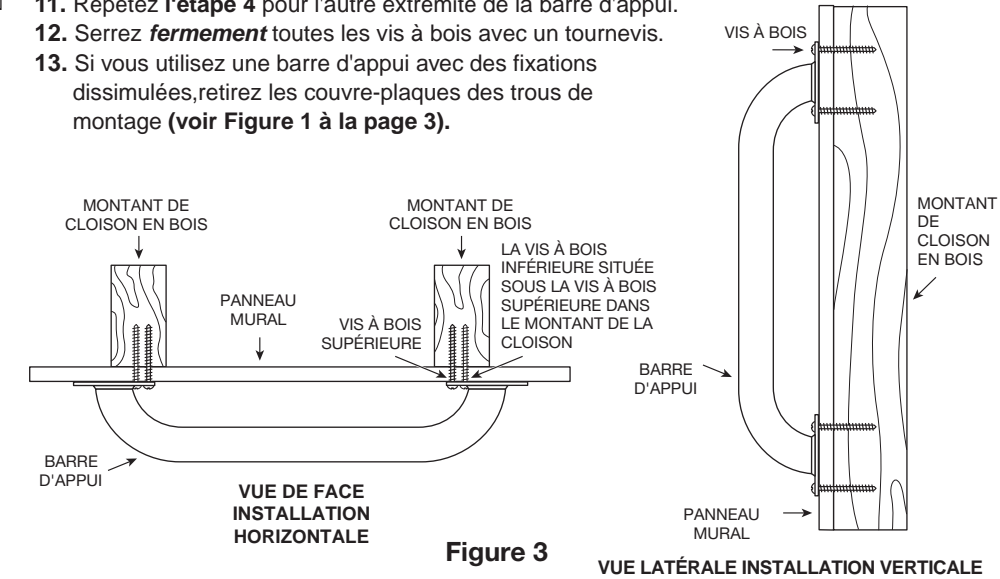

Figure 3
10. Insérez les vis à bois fournies à l'une des extrémités de la barre d'appui. Vissez dans le mur et le montant de cloison (**SERREZ FERMEMENT À LA MAIN SEULEMENT**) (voir Figure 3).